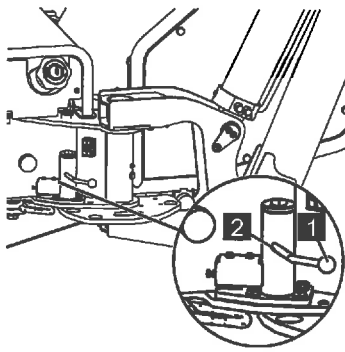

Abb. 112
2. Mit der freien Hand den Arretierungsbolzen an der Griffstange (Abb.112/1) entlang der Kulissee (Abb.112/2) nach oben ziehen, bis sich die Stütze frei schwenken lässt.